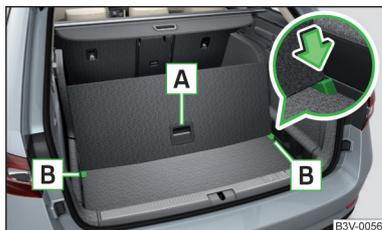

Fig. 148
- Levez la partie arrière du plancher de chargement variable par la poignée **A** » fig. 148.